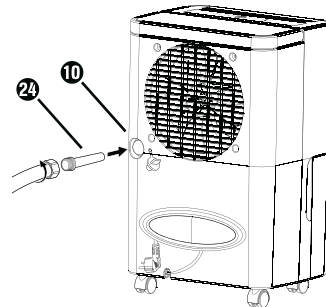

Fig. 5
- ◆ Skru nu en haveslange på EU-haveslangeadapteren ②④ ved anvendelse af EU-haveslangeadapteren ②③ (se fig. 5).